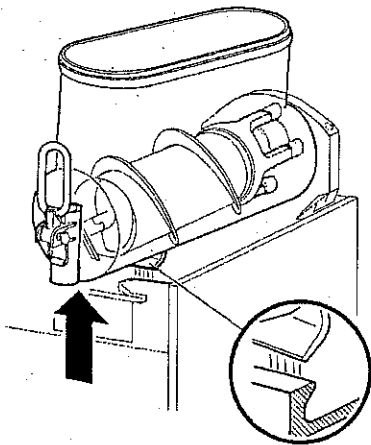
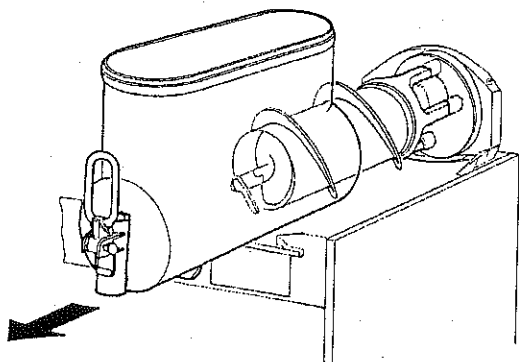

Fig. 7
Fig. 8
3. Tag beholderen af ved at løfte den op i "hanesiden" og af fastgørelseskroge (se fig. 7), og træk den ud (se fig. 8).